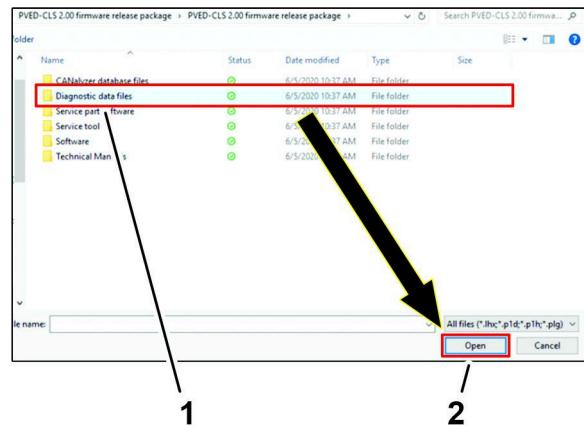

Figura 44
5. Haga clic en la carpeta Diagnostic data files, y haga clic en el ícono ABRIR (Figura 44).